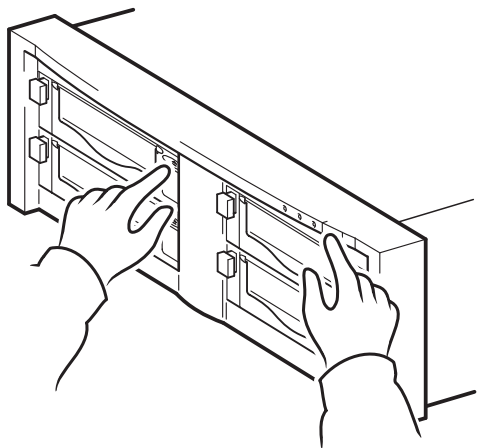

図 10a: HP OBDR の使用方法、
- 1 テープ・ドライブのカートリッジの入り口を持ち上げて、HP OBDR に割り当ててある最新のブート可能カートリッジを挿入します (図 10a を参照)。カートリッジには、CD-ROM フォーマットでテープにデータを書込むバックアップ・アプリケーションを使用する必要があります。